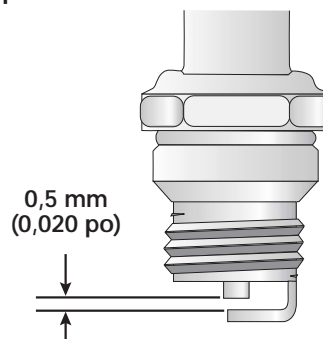

Fig. 29
3. Remplacez toute bougie fendillée, encrassée ou sale. Réglez l'écartement à **0,5 mm (0,020 po)** à l'aide d'une jauge d'épaisseur (Fig. 29).